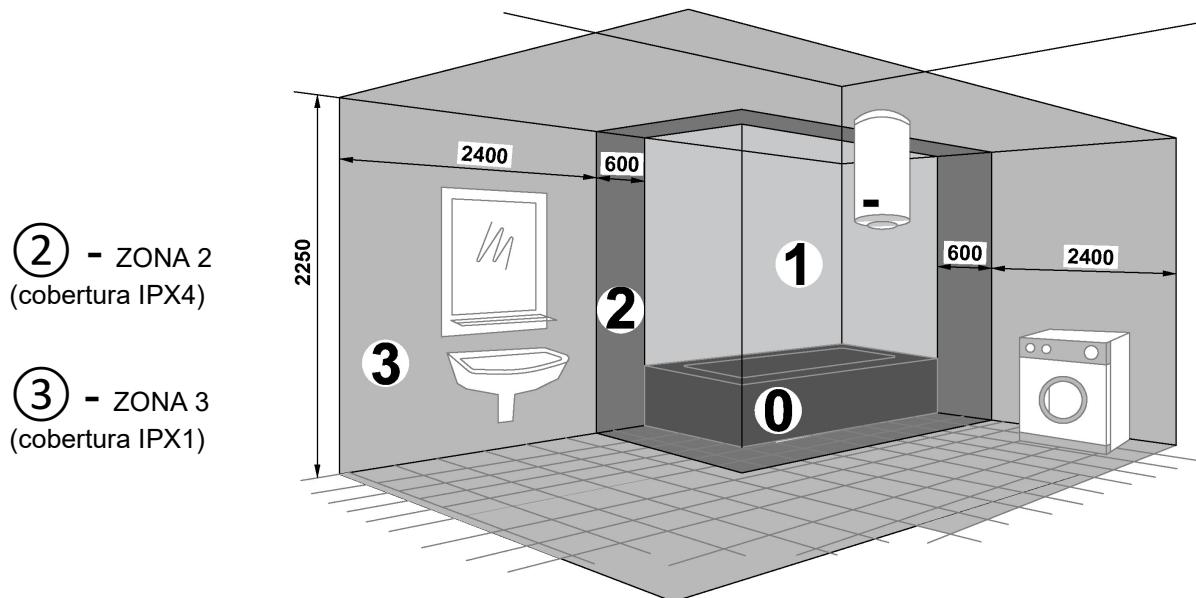

Fig. 1: Divisão das zonas na casa de banho
- O controlador é à prova d'água classe I. Ao instalar-se em casas de banho, o dispositivo deve estar localizado na zona 3 (ver fig. 1) para que o controlador esteja fora do alcance das pessoas que usem o chuveiro ou a banheira.